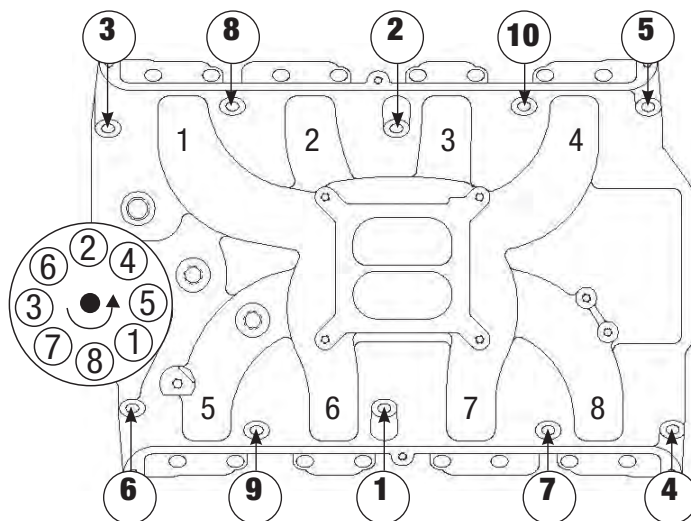

Figure 1 - Séquence de couple de la Ford 326-428 FE
- 6) Installez le collecteur d'admission et les boulons de fixation. Couplez tous les boulons du collecteur en deux étapes, selon la séquence illustrée à la figure 1 jusqu'à 16,6 m/kg. Quand vous resserrez les boulons du collecteur d'admission, le distributeur doit être installé en position correcte. Il faut veiller à ce que le distributeur soit centré dans le trou du collecteur d'admission de façon à pouvoir l'enlever correctement et le réinstaller après avoir resserré les boulons du collecteur d'admission.